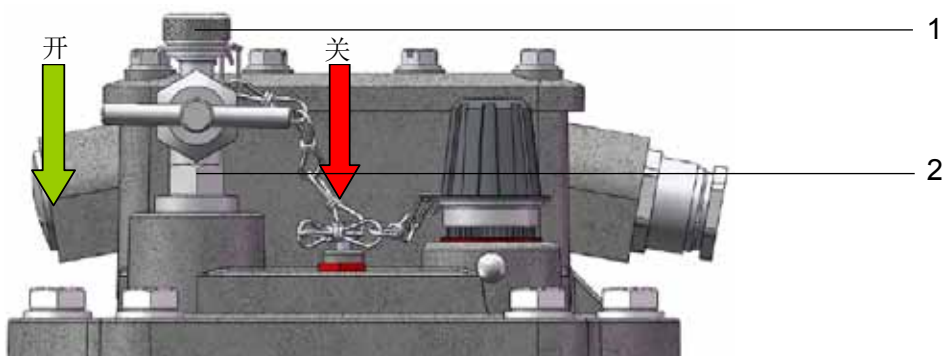

图 4 - 放气阀
- 从放气阀（图 4/ 2 号）上拧下小闷盖螺母(图 4/ 1 号)